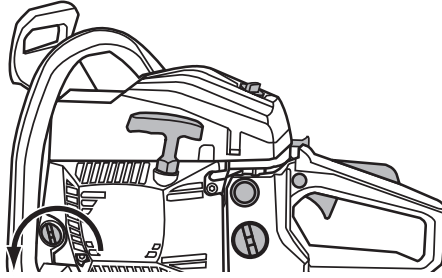

Abb. 11
3. Lösen Sie den Öl-Tankdeckel (26), indem Sie diesen gegen den Uhrzeigersinn drehen (Abb. 11) und nehmen Sie ihn ab.